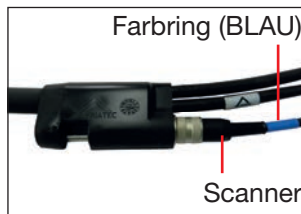

Abb. 2
- Das Scannerkabel mit Farbkennzeichnung (BLAU) an der Steckerkupplung des Schweißkabels montieren (Abb. 2).